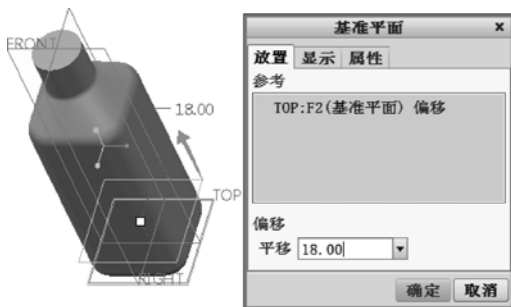

图 13-56 创建基准平面 DTM1
- 4 在功能区右侧部位单击“基准”|“平面”按钮，系统弹出“基准平面”对话框。选择“TOP（基准平面）”作为“偏移”参考，输入其平移距离为“18”，如图 13-56 所示。单击“确定”按钮，完成创建基准平面 DTM1。